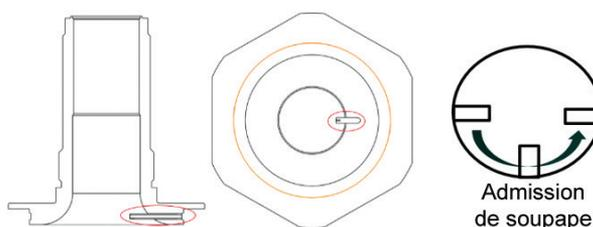

Figure 47 : Montage de la buse de détection intégrée
- Insérez le tuyau de détection intégrée dans la buse depuis l'extérieur de la bride jusqu'à ce qu'il soit fixé. Serrez jusqu'à ce que la fente du tuyau pointe vers le côté admission de la buse dans une fenêtre de 180 degrés illustrée à la figure 47.